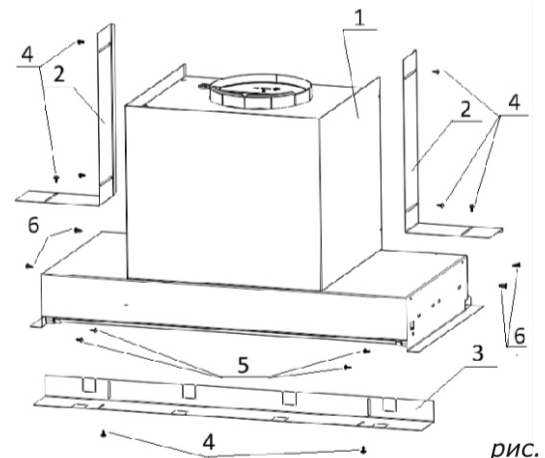

рис. 3
8.3 Для очистки алюминиевого фильтра извлеките его из вытяжки (рис. 3) и произведите его очистку с помощью щетки горячим водным раствором моющего средства вручную или в посудомоечной машине при (60°C). Старайтесь не сгибать фильтры при мойке. Возможное изменение цвета фильтра, с течением времени, не приводит к снижению эффективности его действия. Сильно загрязненный фильтр не следует мыть в посудомоечной машине.